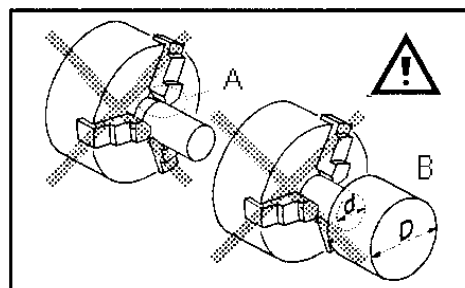

Figure 10-4 : Mauvais serrage
Evitez tout contact de serrage court (A, Fig 10-4) ou tout serrage sur un diamètre mineur (B). Placez la pièce sur la face pour améliorer le support.